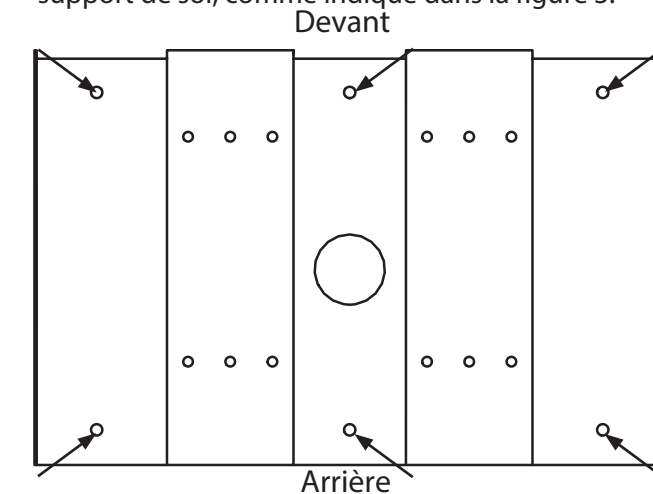

Figure 3 : Trous de fixation du support de sol
2. En utilisant le support de sol comme modèle, tracez une ouverture sur le sol pour la découpe et marquez les 6 emplacements des trous de fixation du support de sol, comme indiqué dans la figure 3.
- mm) Fixez le support de plancher au plancher à l'aide de 6 boulons dans les trous de montage du support de plancher indiqués à la figure 3. Les trous ont un diamètre de 10 mm.